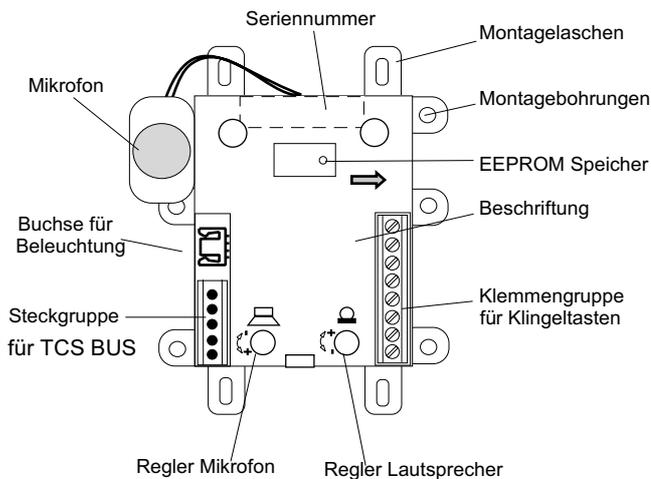

Abb. 2
**Buchse für Beleuchtung (Abb.2)**
**EEPROM Speicher (Abb.2)**